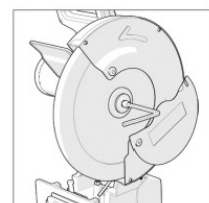

Fig. 4
- Bruk den medfølgende sekskantnøkkelen til å løsne spindelskruen (fig. 4)